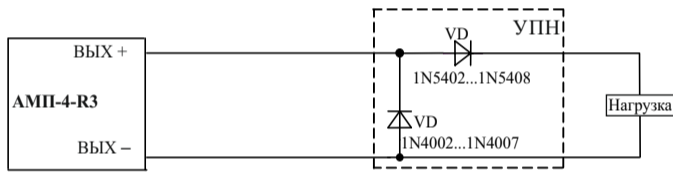

Рисунок 8
4.3.1 Выходы **ВЫХ. 1**, **ВЫХ. 2** для обеспечения контроля целостности выходных цепей в разрыв выходной цепи непосредственно к нагрузке должно быть подключено устройство подключения нагрузки (далее по тексту – УПН) в соответствии со схемой (рисунок 8).